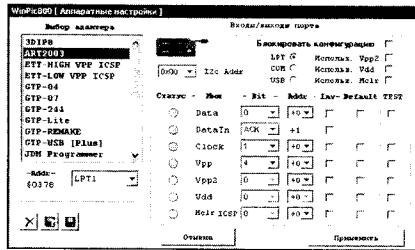

рис.21
2. Выбрать тип программатора: «Настройки — Адаптер — <скомпоновать экран по рис.21> — Блокировать — Применить».